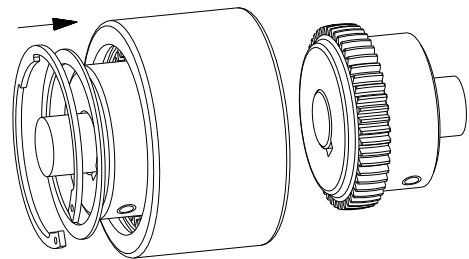

Bild 15
- Sichern Sie die Kupplungshülse gegen axiales Verschieben durch einsetzen der Sicherungsringe in die Ringnuten der Kupplungshülsen (siehe Bild 15).